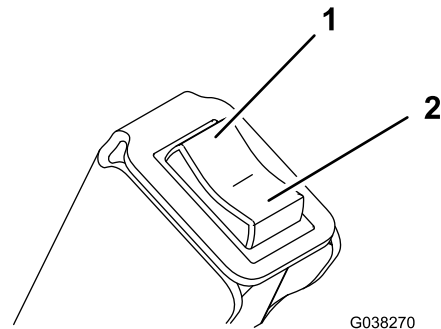

Figure 12
2. Videz la trémie en appuyant sur le haut de la commande de vidage (Figure 12).
3. Abaissez la trémie en appuyant sur le bas de la commande de vidage (Figure 12).